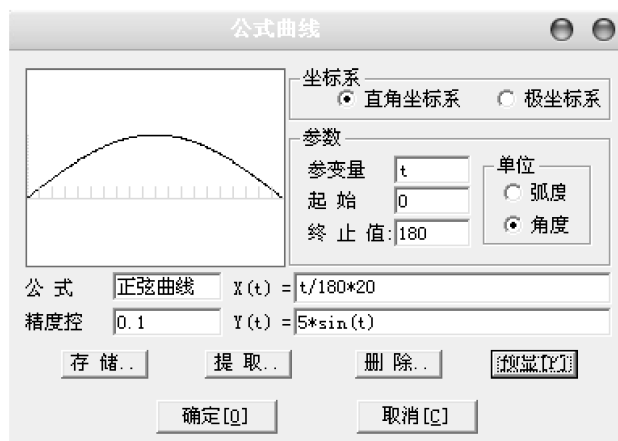
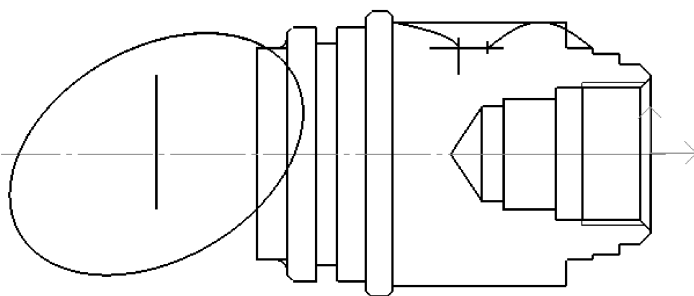

图 8-136 【公式曲线】对话框 2
图 8-137 正弦曲线轮廓图
2) 在菜单栏中选择【绘图】→【公式曲线】命令, 或者单击【绘图工具】工具栏中的 $\curvearrowright$ 按钮, 系统弹出【公式曲线】对话框, 按照图 8-136 所示设置各参数, 单击【确定】按钮, 状态栏中提示曲线给定点应在绘图区, 捕捉刚绘制的正弦曲线基准点, 单击【确定】按钮, 生成如图 8-137 所示的图形。